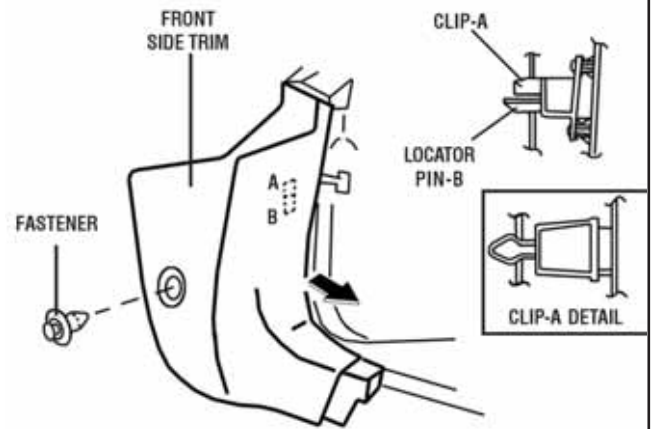

FIGURE 22
- 1.) REMOVE THE FASTENER. (SEE FIGURE 22)
- 2.) PULL THE FRONT SIDE TRIM IN THE DIRECTION SHOWN BY THE ARROW, THEN DETACH CLIP A AND LOCATOR PIN B. (SEE FIGURE 22)
- 3.) REMOVE THE FRONT PASSENGER SIDE TRIM. (SEE FIGURE 22)